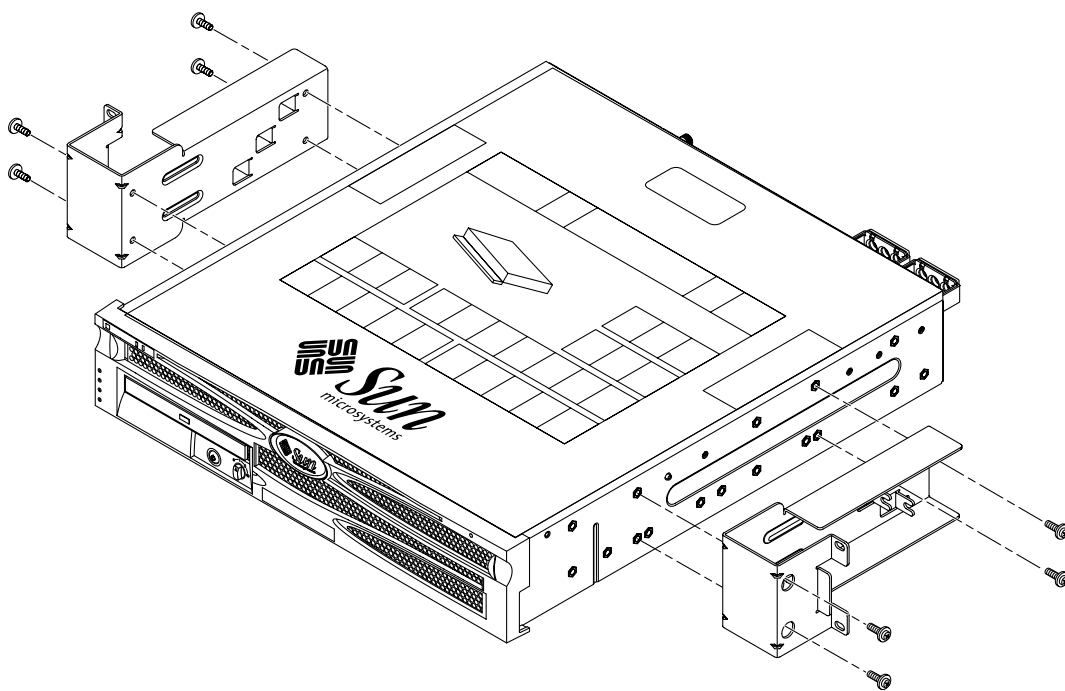

BILD 3-24 Skruva fast sidoskenorna på serverns sidor
2. Använd åtta M5 x 10 SEM-skruvar (fyra skruvar för varje sidoskena) och skruva fast skenorna på serverns sidor (BILD 3-24).